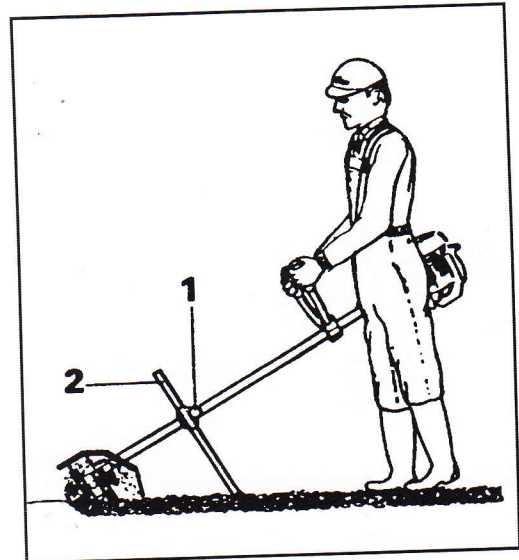

Fig. 4
ATTENZIONE! - Per l'utilizzo, le registrazioni e la manutenzione del motore riferirsi alle **istruzioni riportate nel libretto uso e manutenzione del vostro decespugliatore**. Il coltello (2, Fig.4) è necessario per controllare l'avanzamento del coltivatore e per controllare la profondità del lavoro. Una buona regolazione del coltello permette di avere un controllo totale della macchina senza sforzo.
UTILIZZO (Fig. 4): adattare il cinghiaggio al vostro corpo (**vedi libretto uso e manutenzione del decespugliatore**). Regolare l'altezza del coltello (2) tramite il pomello (1). Camminare in avanti a piccoli passi e spostare avanti e indietro il coltivatore.
WARNING! - For use, adjustments and maintenance of the engine, please refer to the **brushcutter instruction manual**. The spur (2, Fig. 4) is necessary in order to keep under control both the cultivator and its working depth. A correct adjustment of the spur will give you the complete control of the machine without any effort.
USE (Fig. 4): adjust the harness according to your need (**see the instruction manual of the brushcutter**). Adjust the spur (2) height by means of knob (1): the bottom of the spur should touch the ground. Walk quite slowly moving forward and backwards the cultivator.